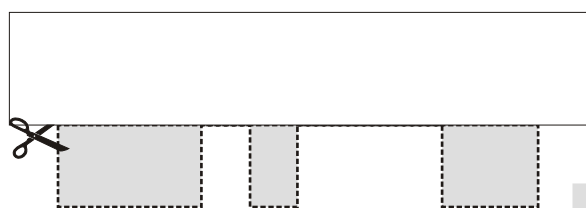

Abb. 2 - Abschneiden der Zungen
- Die Zungen der Schindeln für die Anfangsreihe abschneiden (Abb.2);